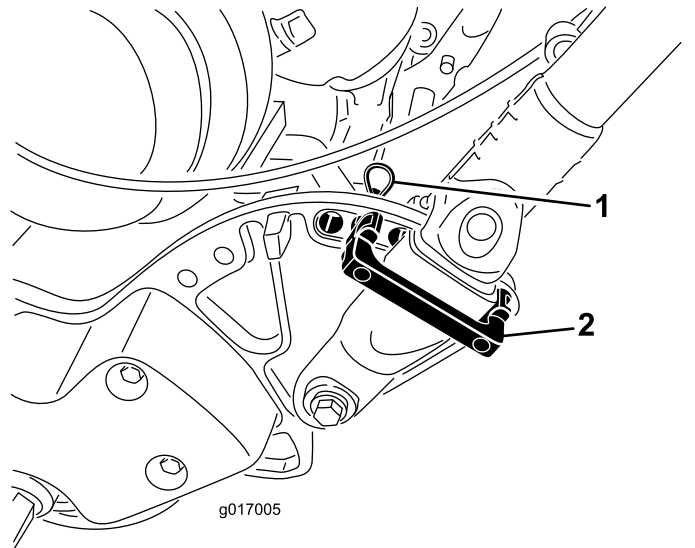

Bild 27
1. Nehmen Sie an jeder Seite der Maschine die Splinte aus den Holmbefestigungen (Bild 27).
2. Stützen Sie den Holm ab. Nehmen Sie die Splinte an jeder Seite ab. Drehen Sie den Holm in die gewünschte Einsatzposition (Bild 27).